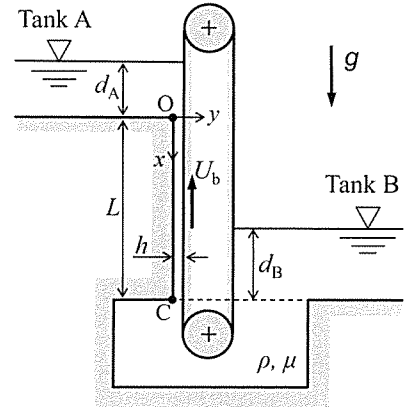

図1
図1のように、長さ L (OC間) で狭いすき間 h の鉛直流路が、十分に大きな上部タンクAと下部タンクBをつないでいる。タンクAとタンクBにはそれぞれ水深 d_A と水深 d_B の水が入っているが、この状態では重力の影響でタンクAからタンクBへ水が流出する。流出流量を制御するため、流路の片側をベルトにして速度 U_b で上向きに動かす。このすき間内の流れを解析するため、基礎式として2次元非圧縮性流体の連続の式とNavier-Stokes (NS) 式を用いる。
ただし図1に示されるとおり、狭い隙間の上部角部を原点 O とし、壁面に沿って下方に x 座標、これと直交する隙間方向に y 座標をとる。また、 x と y 方向の速度成分をそれぞれ u と v 、圧力を p とする。水の密度と粘度はそれぞれ ρ と μ 、重力加速度は g とし、これらは定数とする。